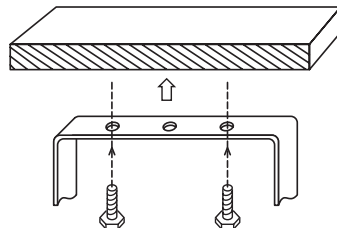

рис. 1
- Закрепите светильник на опорной поверхности двумя винтами (рис. 1). Установочные размеры указаны в табл. 1.